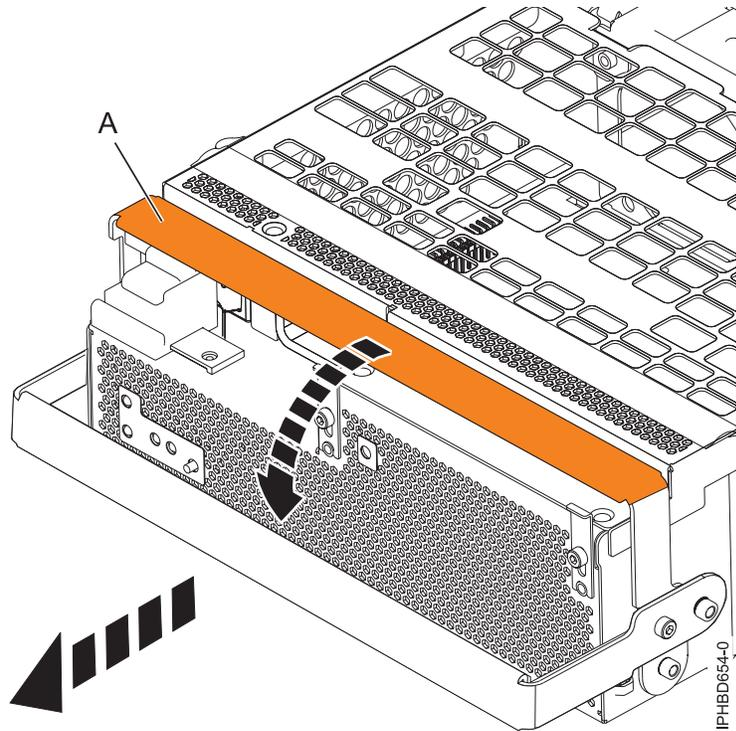

Figure 59. Retrait d'une alimentation électrique
10. Tournez la poignée de verrouillage de l'alimentation électrique (A) en position ouverte comme indiqué dans figure 59, à la page 76. Retirez l'alimentation électrique de l'unité d'extension.